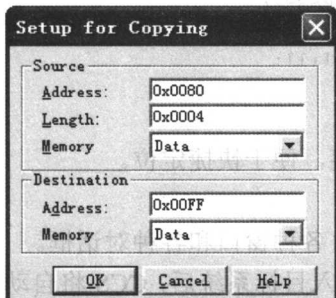

图 1.9 存储块复制对话框
- **Memory→Copy**，能将某一存储块（利用起始地址和长度）的数据复制到另一存储块。单击该命令，将出现如图 1.9 所示的对话框。对话框所示为从 0x0080 开始的长度为 4 的数据段存储器的值复制到数据段起始地址 0x00FF 处。